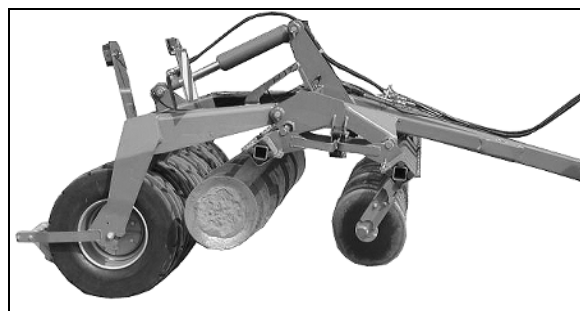

Fig. 26
- Ridicați complet ambele baterii de discuri (Fig. 26).